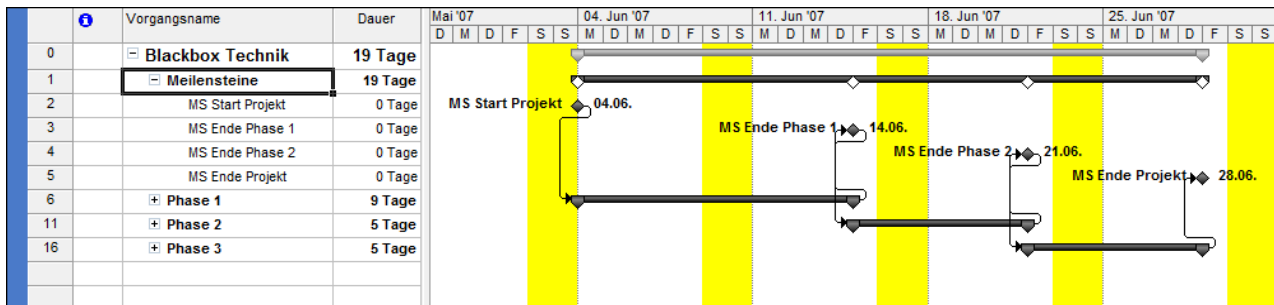

Bild 3: Die logischen Zusammenhänge erkennt man auch auf einer höheren Strukturebene, da dort die Nachfolgerbeziehungen sichtbar sind.
- Im oberen Bereich des Projektplans werden markante bzw. wichtige Termine in Form von Meilensteinen als sogenannte "Management-Meilensteine" in einem gesonderten Sammelvorgang dargestellt (Bild 3).